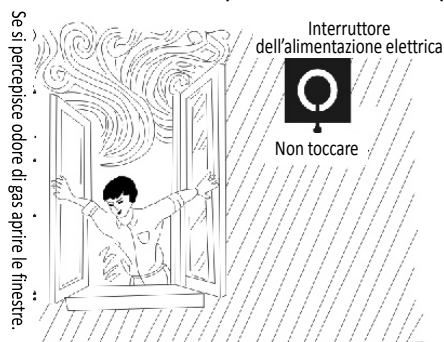

Fig. 12
- Controllare sempre tutte le giunzioni del tubo del gas con acqua saponata per rilevare eventuali perdite. In caso di perdita chiudere immediatamente l'alimentazione del gas e aprire le finestre. Evitare nella maniera più assoluta di accendere fiamme o accendere/spegnere l'interruttore dell'alimentazione elettrica per non causare esplosioni o incendi. (Fig. 12).